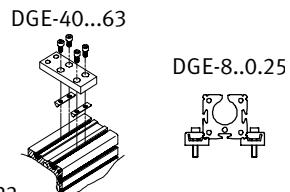

Fig. 22
- Fissare i supporti intermedi sul DGE-... secondo Fig. 22.